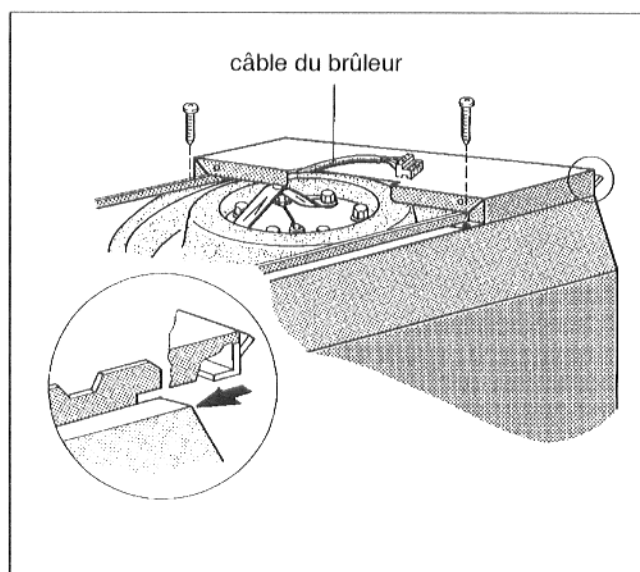

Fig. 12
- Fixer le capot à l'aide de 2 vis Parker (Fig. 12).
- Passer le câble du brûleur dans la découpe du capot de la chaudière (Fig. 12).